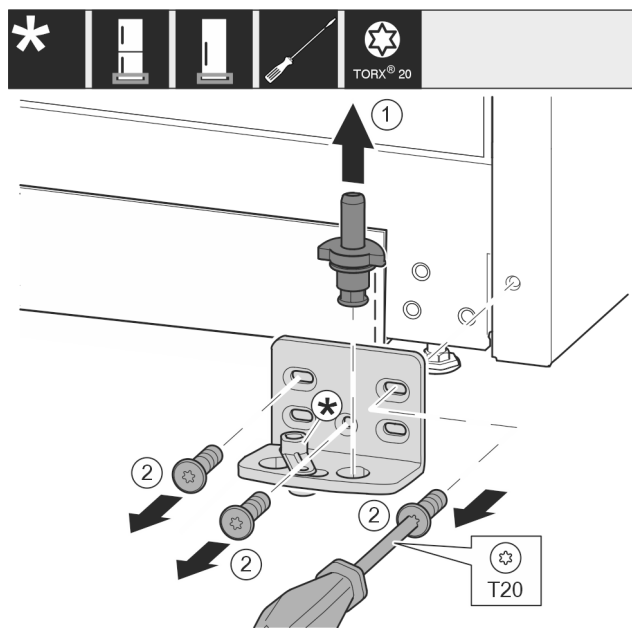

Fig. 44 *
- Estrarre completamente verso l'alto i perni di supporto Fig. 44 (1).*
- Svitare le viti Fig. 44 (2) con un cacciavite e rimuovere il blocco di supporto.*